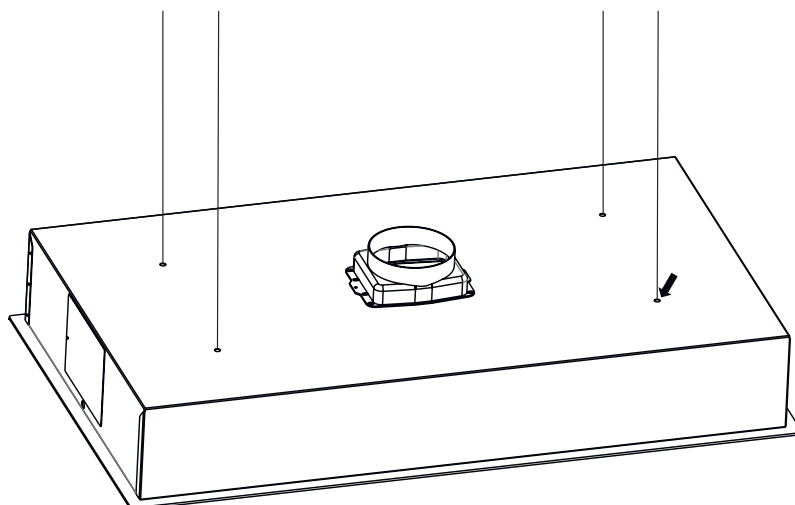

Fig. 12
7. ➤ För stålvejerna genom de 4 hålen ovanpå fläkten (Fig. 12).